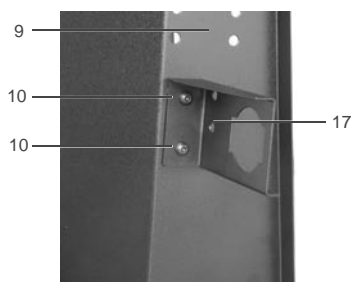

Рис. 3/28
- Защитное приспособление (11) прикрутить винтами с внутренним шестигранником M8x10 (10) листу держателя баллонов (9). (см. также рис. 3/1).